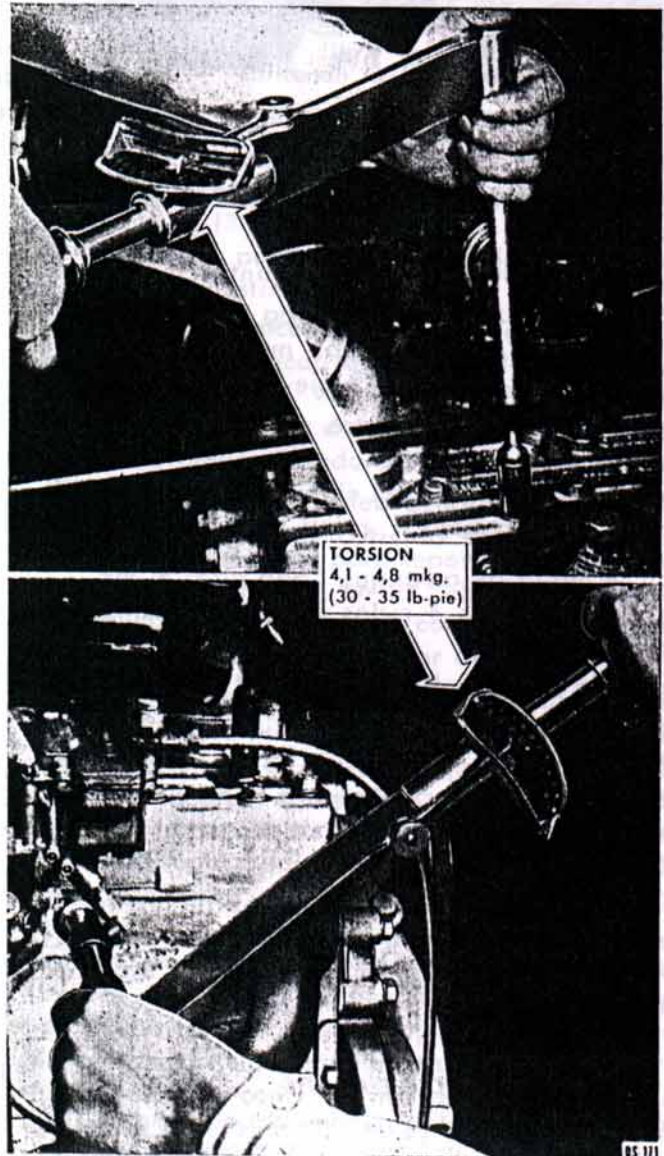

Fig. 15. — Apretando bulones tapa cilindros y múltiples.
- 3) Apriete los bulones de la tapa de cilindros y las tuercas de los caños múltiples entre 4,1 a 4,8 mkg (30 a 35 pie-lbs), (Fig. 15).